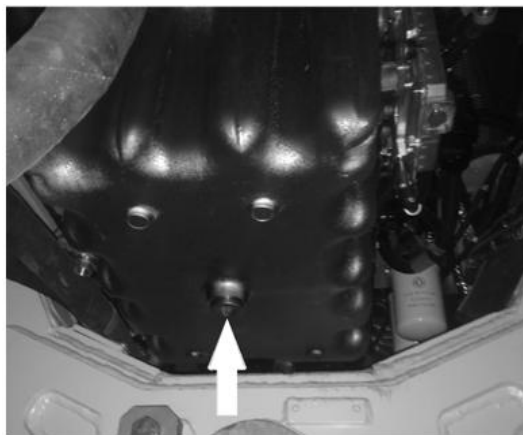

Рисунок 5.11. Сливная пробка масляного картера
- ▶ Ослабьте сливную пробку масляного картера рис. 5.11;